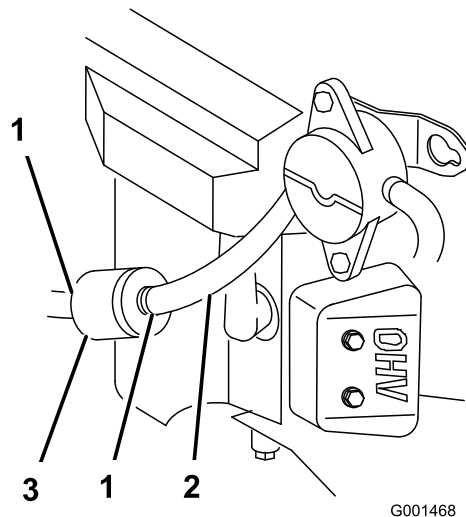

Figura 29
4. Premete le estremità delle fascette stringitubo ed allontanatele dal filtro (Figura 29).